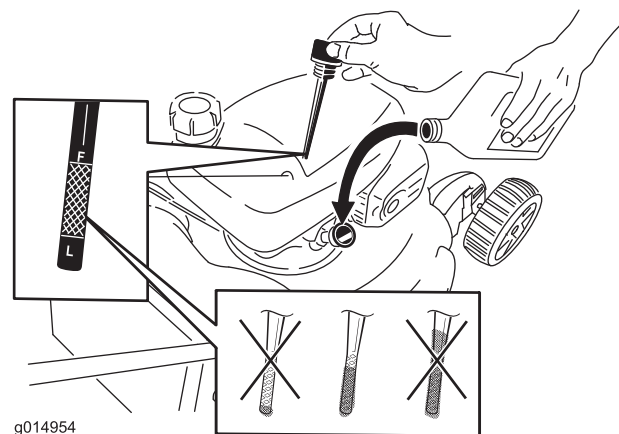

Bild 16
2. Ziehen Sie den Peilstab (Bild 16) heraus.
5. Nehmen Sie den Peilstab heraus und lesen den Ölstand ab, siehe Bild 16.
- Füllen Sie bei einem zu niedrigen Ölstand langsam etwas Öl in den Öleinfüllstutzen: Wiederholen Sie die Schritte 3 bis 5, bis der Ölstand richtig ist, wie in Bild 16 dargestellt.